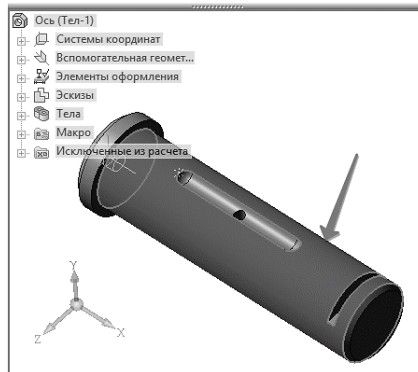

Рис. 31. Выбор элемента сопряжения детали «Ось»
2.4.5 В Дополнительном окне укажите цилиндрическую поверхность *Оси* (рис. 31).